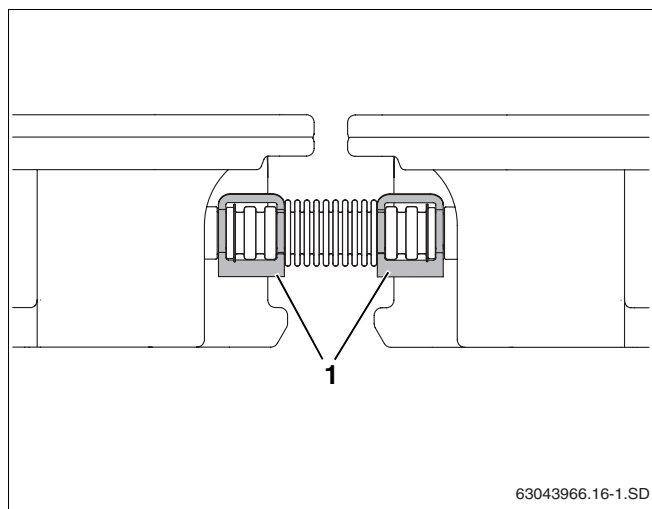

Fig. 49 Unión de tubo ondulado asegurada con abrazaderas
- ▶ Asegure cada caperuza de cierre con una abrazadera y cada unión de tubo ondulado con dos abrazaderas (fig. 49, **pos. 1**).